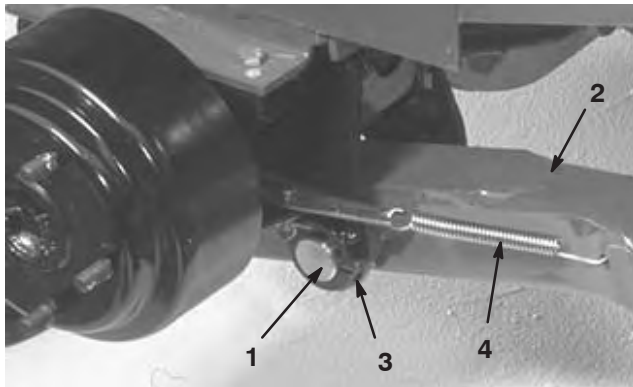

Bild 2
4. Befestigen Sie einen Hubarm mit einem Schwenkstift und einem Splint an der Schwenkhalterung (Bild 2). Die Enden der Hubarme müssen sich nach außen krümmen.
6. Haken Sie die Bremsrücklauffeder in das Loch im Hubarm ein (Bild 2).